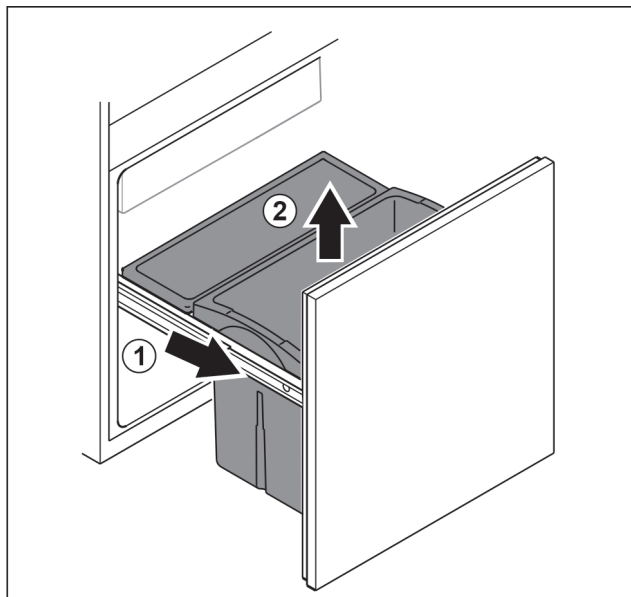

Fig. 105
- ▶ Scoateți căruciorul de extragere până la opritor. Fig. 105 (1)
- ▶ Scoateți sertarul în sus. Fig. 105 (2)